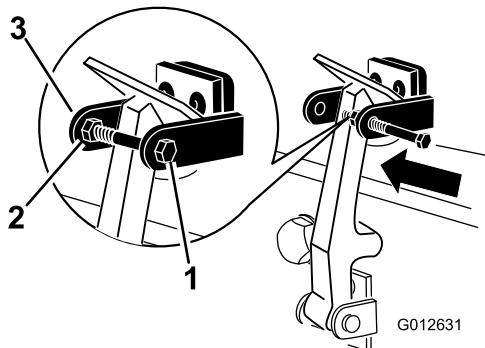

Bild 6
8. Schrauben Sie die Schraube in den anderen Arm der Motorhaubenhalterung, um den Riegel zu arretieren (Bild 6).